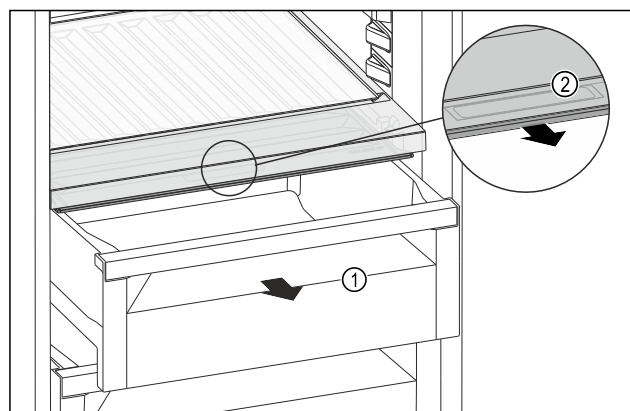

Fig. 170
- ▶ Извлеките выдвижной ящик Fig. 170 (1).
- ▶ Возьмитесь за утопленную ручку Fig. 170 (2) на крышке отделения и одновременно потяните крышку отделения вперед.